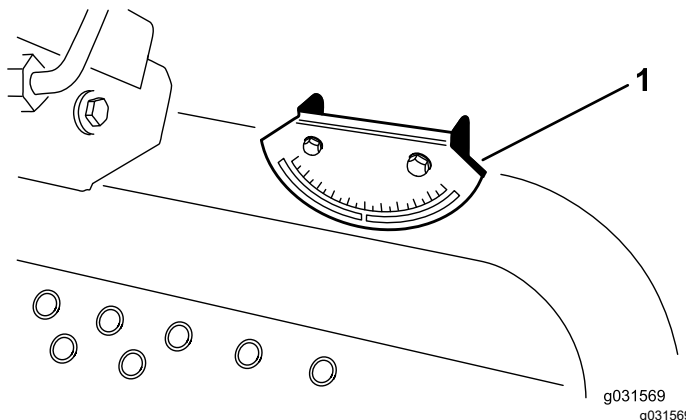

Figura 5
2. Accertate che la macchina sia a livello, appoggiando l'inclinometro manuale (a corredo della macchina) sulla traversa del telaio, accanto al serbatoio del carburante (Figura 5).